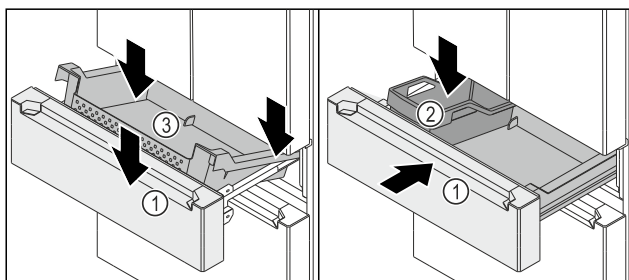

Fig. 138
- Auszugswagen Fig. 138 (1) ist herausgezogen.
- ▶ Behälter Fig. 138 (3) hinten auf den Schienen rechts und links aufsetzen.
- ▶ Behälter Fig. 138 (3) vorne absenken, sodass Behälter Fig. 138 (3) die Schienen rechts und links umschließt.
- ▶ FlexBox Fig. 138 (2) einsetzen.
- ▶ Auszugswagen Fig. 138 (1) einschieben.